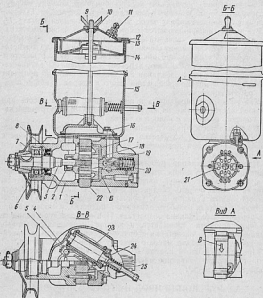

Рис. 73. Насос гидроусилителя рулевого привода:
Насос гидроусилителя (рис. 73) лопастного типа двойного действия. Ротор 18 имеет пазы, в которых перемещаются лопасти 21. Ротор установлен на валу и шлицях, что обеспечивает возможность взаимного осевого перемещения ротора и вала. Лопасти насоса должны перемещаться в пазах ротора без заеданий. При
8. Выверните из крышки бачка насоса гидроусилителя предохранительный клапан 11 (рис. 73), а вместо него вверните переходной штуцер с резьбой $K_{1/4}$."